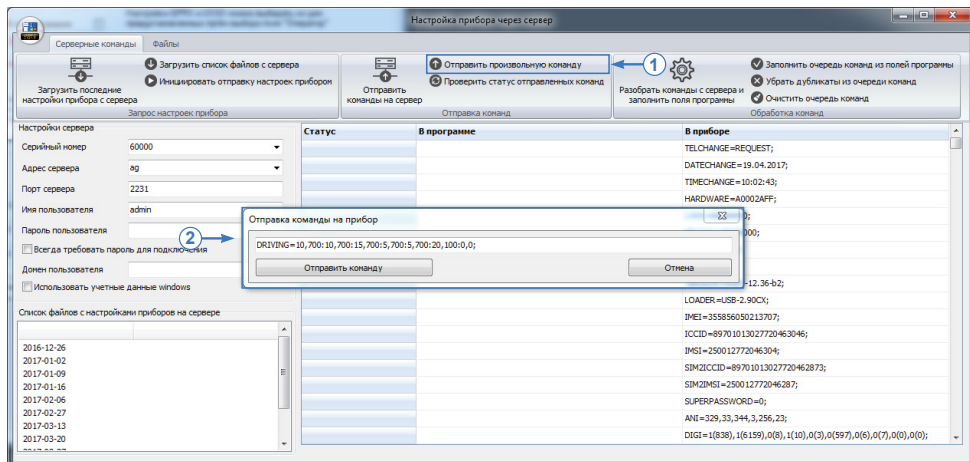

Рис.3. Отправка команды.
- нажмите кнопку «Отправить произвольную команду» (Рис.3, п.1). Откроется меню «Отправка команды на прибор» (Рис.3, п.2);